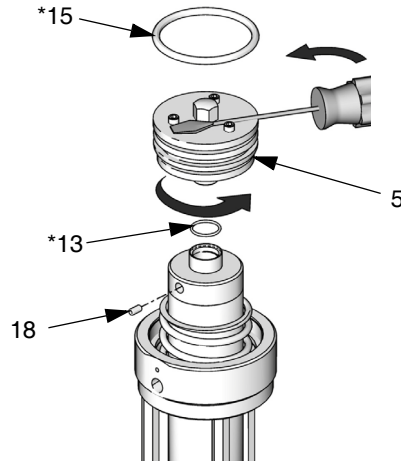

FIG. 11: Valvola pneumatica della serie A
2. *Esclusivamente per motori pneumatici della serie A:* allentare la vite di regolazione (18) e svitare la valvola pneumatica (5). Se necessario per facilitare la rotazione, infilare un cacciavite tra le teste delle viti e il cappuccio esagonale della valvola pneumatica (5). Rimuovere gli articoli 5, 13, 15 e 18. Vedere FIG. 11.